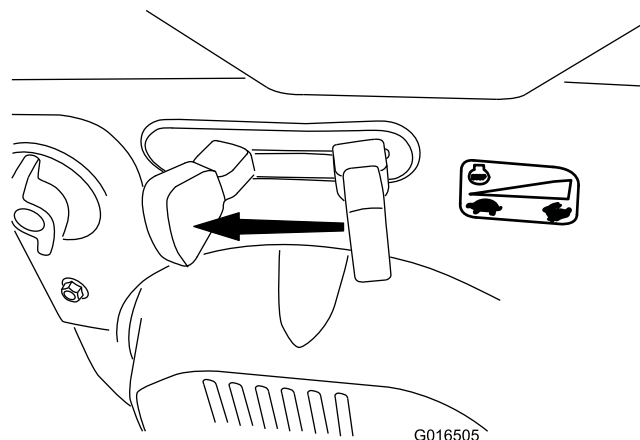

Figure 22
1. Déplacez la commande d'accélérateur en position BAS RÉGIME, puis en position ARRÊT (Figure 22). Vous pouvez aussi couper le moteur en tirant la clé de contact vers l'extérieur, à la position centrale.